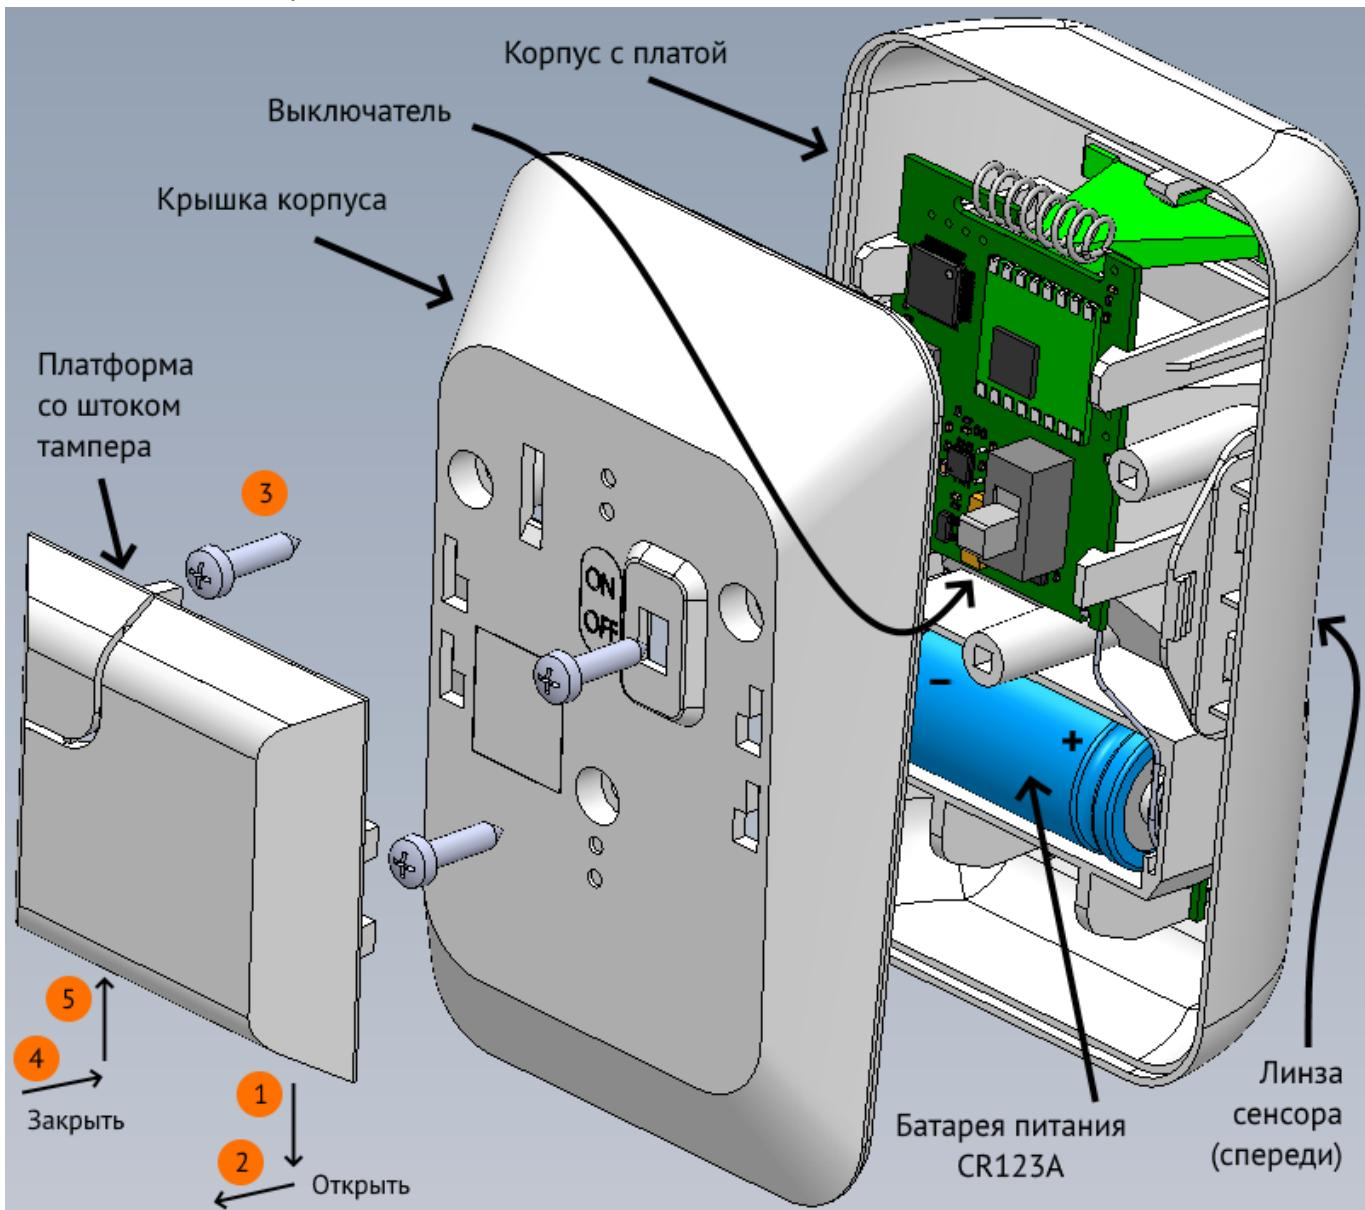

Рисунок 1. Извещатель со снятой крышкой
Извещатель выполнен в пластиковом корпусе с открываемой крышкой (рисунок 1). В корпусе установлена сферическая линза, формирующая объемную зону обнаружения; держатель для установки источника питания; плату с антенной, пироприемником, кнопкой тампера и свето-диодными индикаторами.
Для замены батареи питания и монтажа извещателя необходимо снять платформу, держащую извещатель на стене. Для этого следует сдвинуть платформу в направлении ❶ до щелчка (см. рисунок 1), после чего вынуть ее в направлении ❷. Используя отметки для крепления на внутренней поверхности платформы, установите и надежно зафиксируйте ее винтами (входят в комплект поставки) на вертикальной поверхности стены таким образом, чтобы установленный на платформу извещатель своей линзой был направлен в направлении, которое нужно контролировать.
Чтобы заменить батарею, переведите выключатель в положение **OFF** (рисунок 1), открутите винты **❸** (3 шт.) и снимите крышку извещателя. Установите/замените батарею питания с соблюдением полярности, установите крышку на прежнее место и закрутите винты **❸**.
После этого переведите выключатель в положение **ON** (рисунок 1), установите извещатель на платформу по направлению **❹** и зафиксируйте его сдвигом в направлении **❺** до щелчка. Проверьте надежность срабатывания извещателя во время движения поперек зоны обнаружения, наблюдая события от извещателя в мобильном приложении.